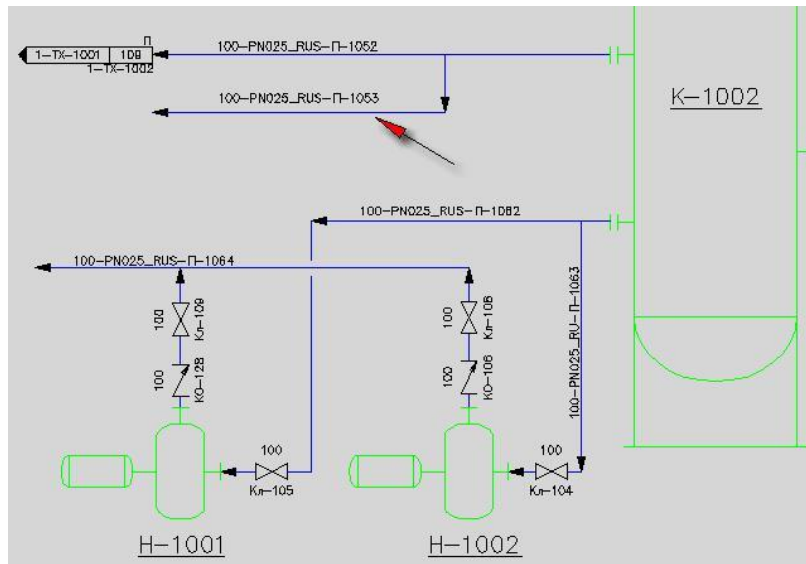

Рис. 23
- От линии 1052 создайте ответвление, присвоив новой линии идентификатор **100-PN025_RUS-П-1053**. Чтобы создать новую линию от уже существующей, после указания первой точки линии наберите в командной строке букву **С** (в русской раскладке клавиатуры) (Рис. 23).